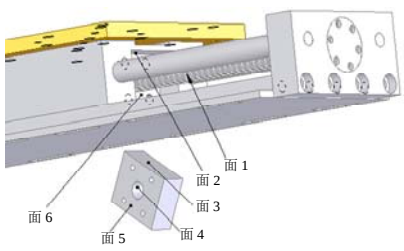
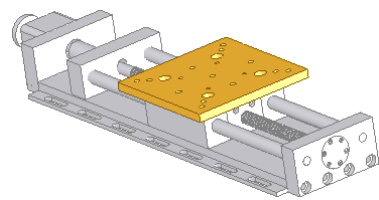

图 10-96 插入承重台堵盖后的图形
图 10-97 配合后的图形
①插入承重台堵盖。执行[插入]||[零部件]||[现有零件/装配体]菜单命令，插入承重台堵盖。具体步骤可以参考上面的介绍，将承重台堵盖插入到图中合适的位置，结果如图 10-96 所示。
②添加配合关系。单击[装配体]控制面板中的[配合]按钮，将图 10-96 中的面 1 和面 4 设置为[同轴心]配合关系；将面 2 和面 3 设置为[重合]配合关系；将面 5 和面 6 设置为[重合]配合关系，结果如图 10-97 所示。